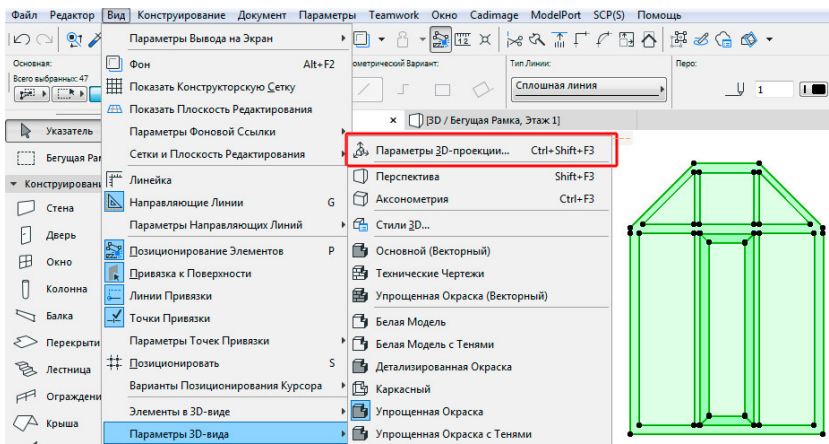
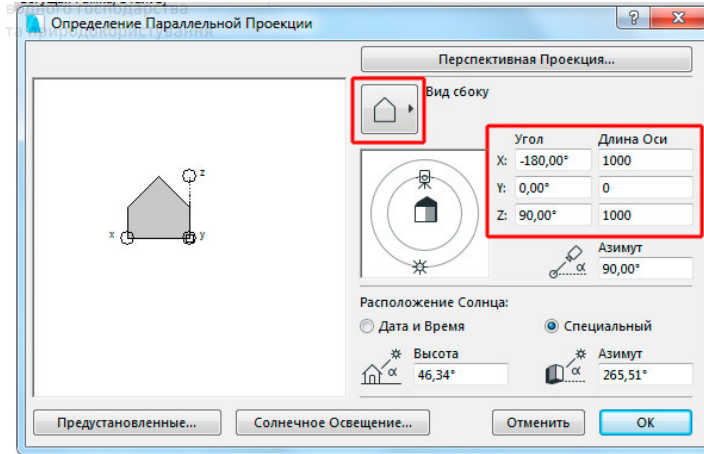

Рис. 20
Рис. 21
6. Наступним етапом є збереження вікна у вигляді GDL-об'єкта. Для цього необхідно задати наступні параметри у вікні “Параметры 3D-проекции” (рис. 20, рис. 21).